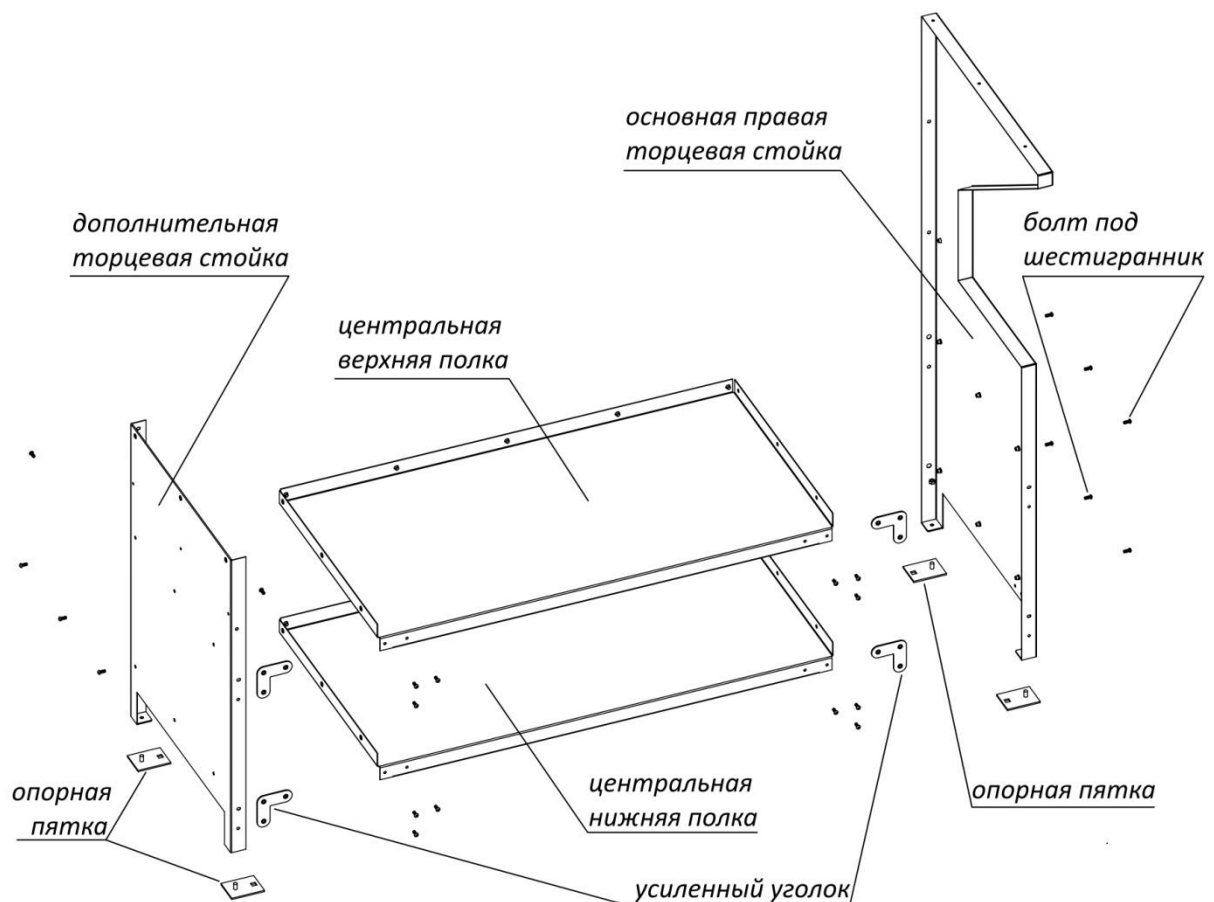
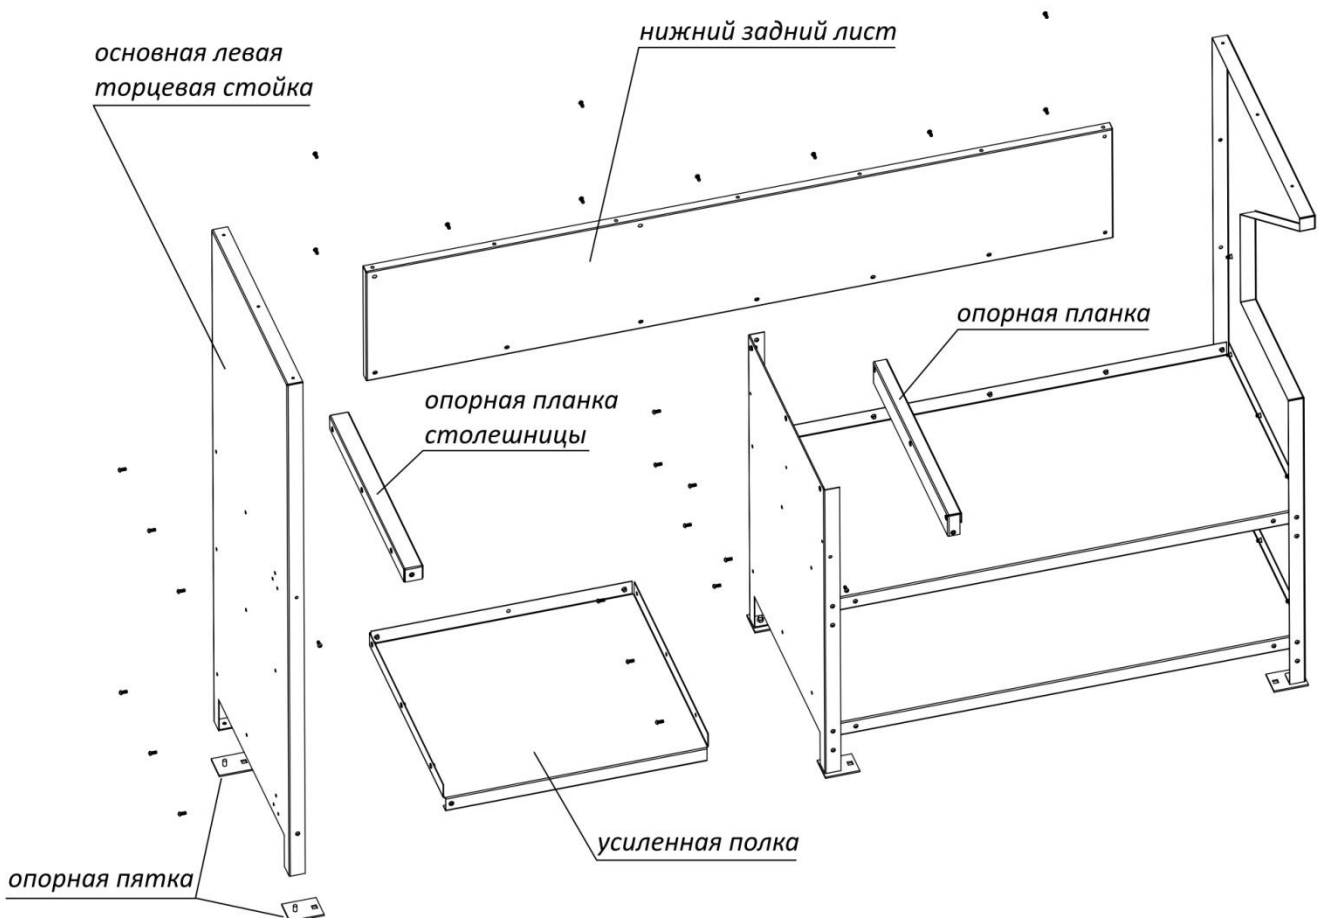

Рис.1
Рис.2
во-первых, выбрать ровную поверхность, уложить на эту поверхность материал не позволяющий деформировать окрашенные детали из комплекта сборки и непосредственно приступить к сборке, а именно (**Рис.1**)
- зафиксировать в нижней части основной левой торцевой стойки опорные пятки, соединить с усиленной полкой в местах примыкания отверстий на торцевой части усиленной полки и вырезанными отверстиями на левой торцевой стойке болтами под шестигранник и привести её в вертикальное положение (**Рис.2**), далее удерживая, соединить усиленную полку с уже собранной торцевой стойкой с дополнительной торцевой стойкой (ранее собранной конструкцией) **Рис.1**;